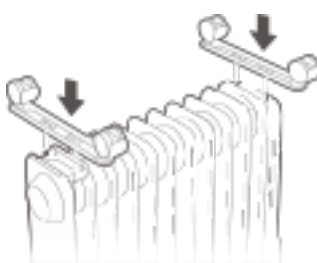

figure 1
2. Comme indiqué sur la figure 1, alignez le trou de montage d'un ensemble de roulettes et installez-le sur la vis de la plaque du patin de roulette à l'extrémité de l'ailette du radiateur, et l'autre ensemble de roulettes est aligné sur les vis montées à l'inférieur du boîtier de commande.